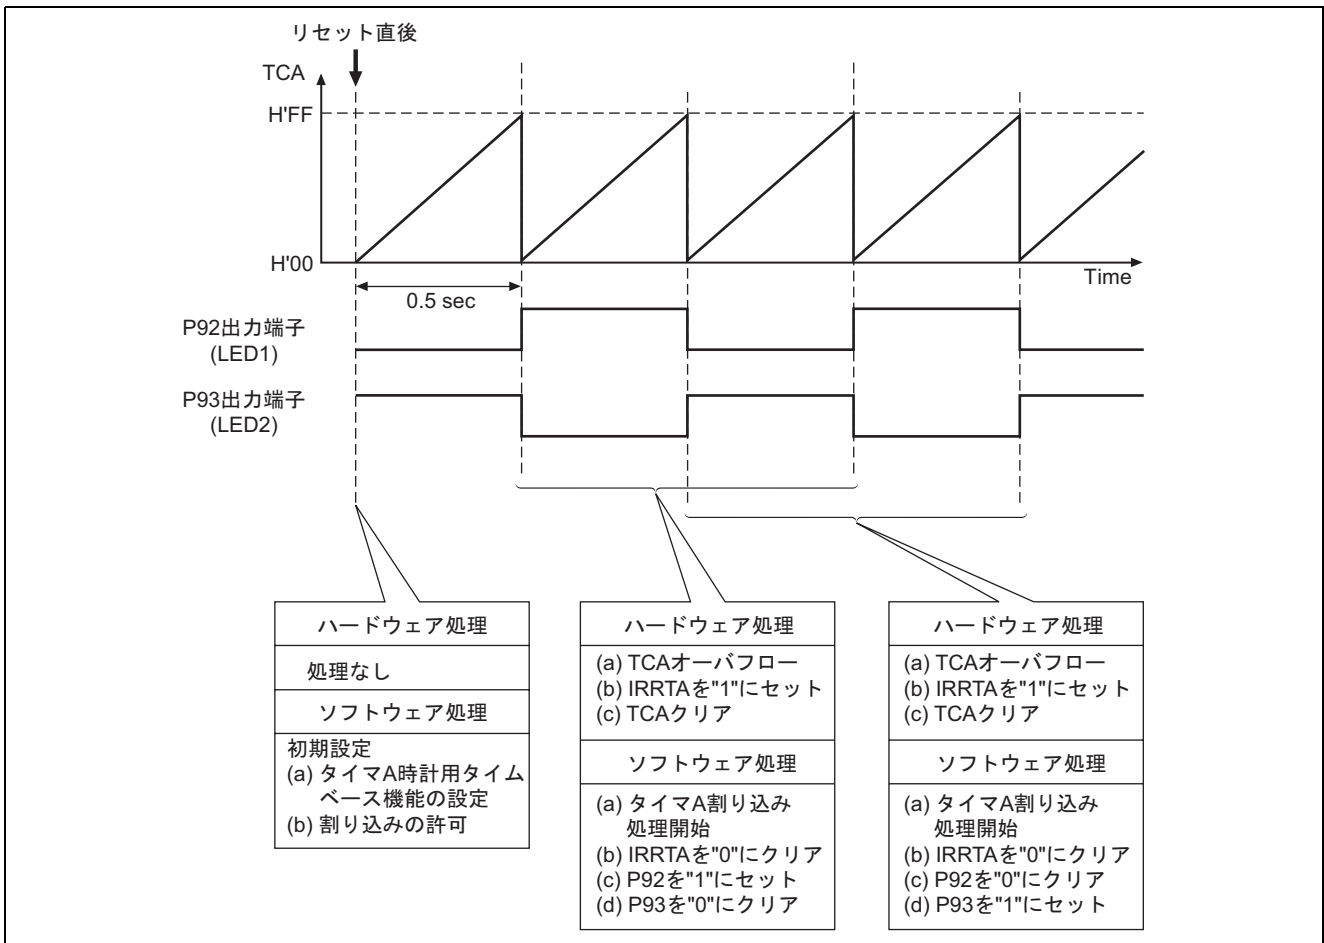

図3 I/O ポートに接続した LED の点滅動作の動作説明
(1) 図3に動作説明を示します。図3に示すようなハードウェア処理 およびソフトウェア処理により I/O ポートに接続した LED の点滅動作を行ないます。